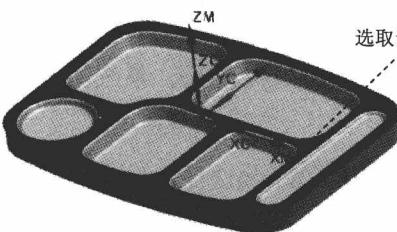
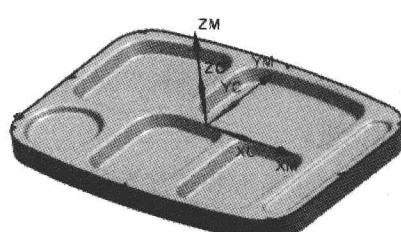

图 1.7 选取面
图 1.8 部件边界
(1) 在“平面轮廓铣”对话框的 **几何体** 区域中单击 按钮，系统弹出“边界几何体”对话框。
(2) 在“边界几何体”对话框的 **面选择** 区域中选中 **忽略孔** 复选框，然后在绘图区域选取图 1.7 所示的面，系统自动生成图 1.8 所示的边界。